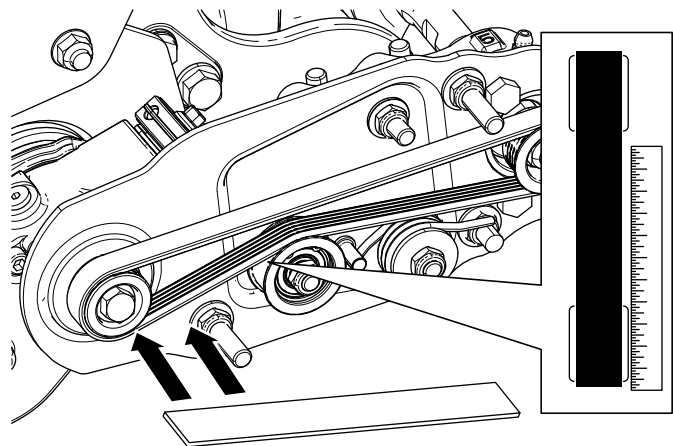

图 18
- 沿着**驱动**皮带轮的外面放置直尺 **图 18**。切勿把直尺穿过驱动皮带轮和从动皮带轮。